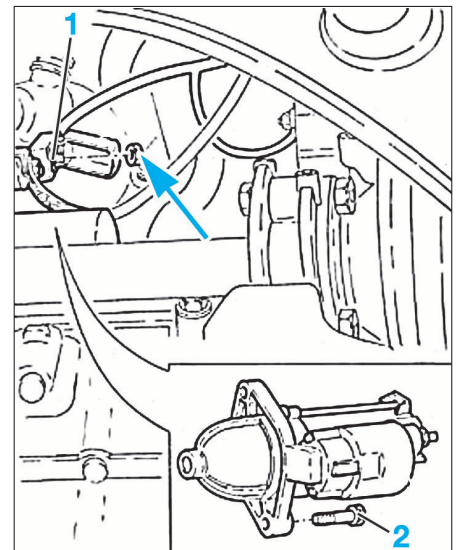

FIG. 30
- Déconnecter les câbles d'alimentation (1) (Fig.30).
- Déposer les fixations (2).